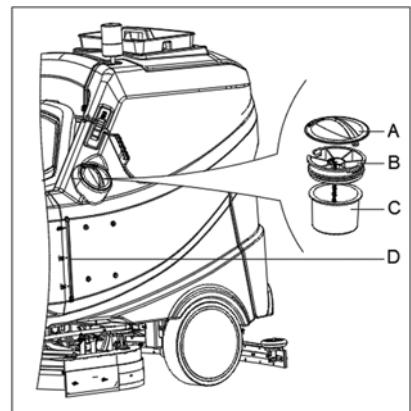

Рис. 11
- Откройте крышку заливного отверстия для воды (A, рис. 11).
- Не переполняйте бак, следите за индикатором уровня воды (D).